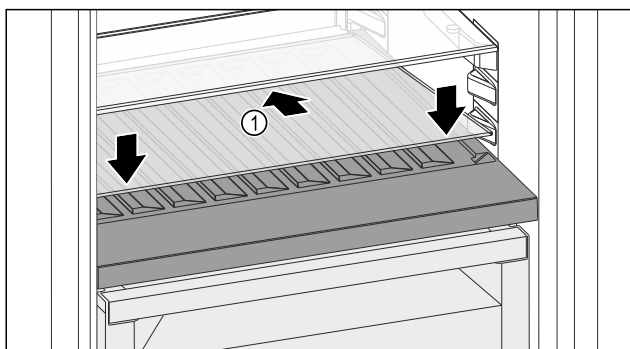

Fig. 214
- Skleněnou desku Fig. 214 (1) zasuňte šikmo a skloněnou dozadu dolů.
- Skleněnou desku Fig. 214 (1) vpředu spusťte dolů.